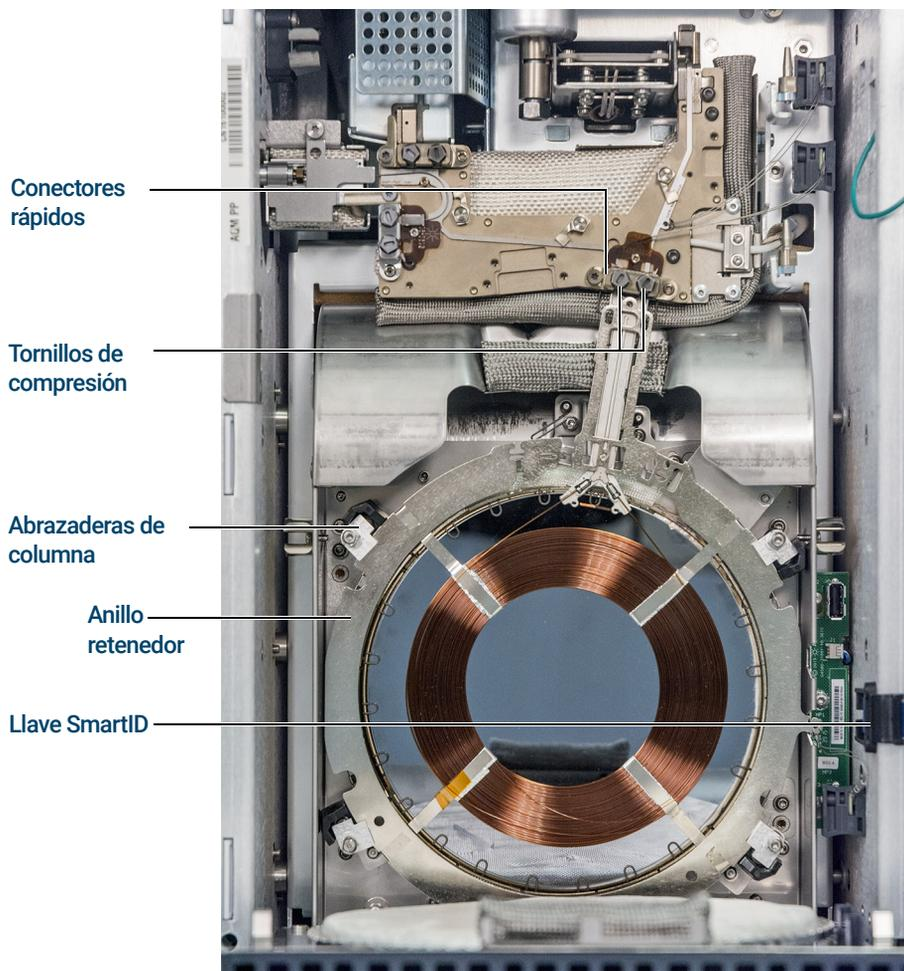

Figura 10. Columna GC 9000 y piezas relacionadas
- 7 Utilizando la llave dinamo-métrica Intuvo, gire las cuatro abrazaderas de columna para quitarlas del anillo retenedor de la columna. (Consulte la **Figura 10**).